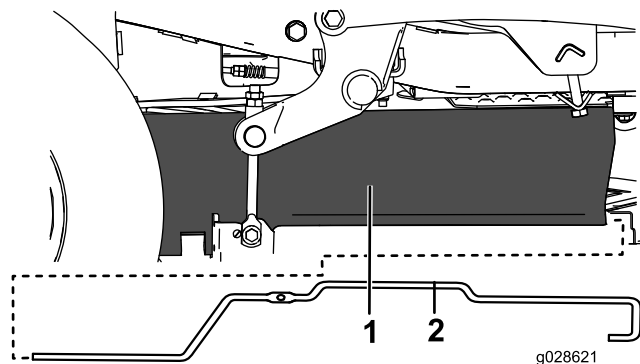

図 14
2. 新しいサポートロッドをカーテンの内部に入れる 図 14。